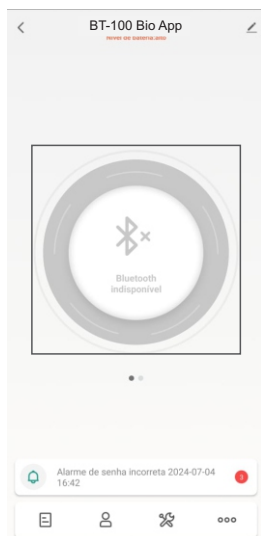
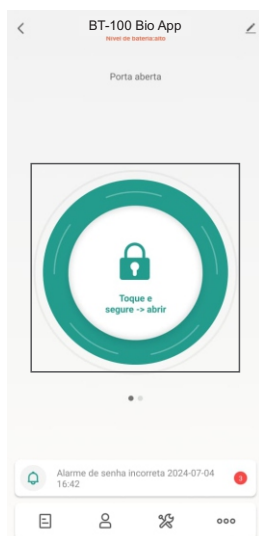

Figura 11
Figura 12
En la pantalla de inicio de la aplicación, verá la opción **"Bluetooth indisponível"** (figura 11). Haga clic sobre este texto y espere a que cambie al símbolo de un candado verde con la descripción **"Pulse y mantenga pulsado -> abrir"** (figura 12).
2. Haga clic sobre este texto y espere a que cambie al símbolo de un candado verde con la descripción **"Pulse y mantenga pulsado -> abrir"** (figura 12).
3. Pulse y mantenga pulsada la opción **"Pulse y mantenga pulsada -> abrir"** (figura 12) y espere a que el candado esté abierto y naranja.